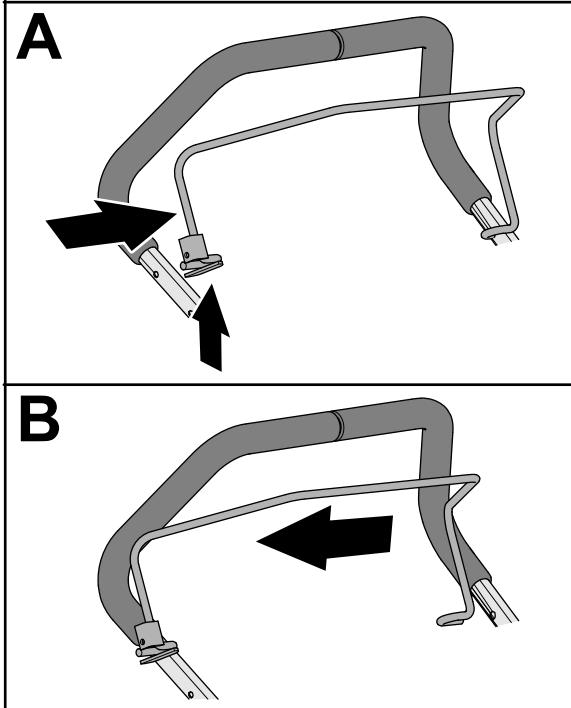

Bild 10
- Drücken Sie die Seite des Schaltbügels zusammen, bis Sie ihn vom oberen Holm abnehmen können, und nehmen Sie den Schaltbügel von der Maschine ab (Bild 10).